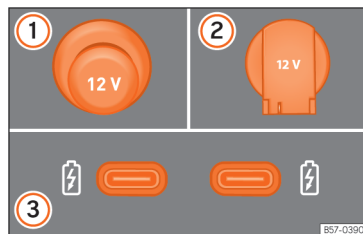

Fig. 133 Tomada de corrente de 12 Volts: ① na consola central, ② na bagageira. Tomada de corrente USB na parte posterior da consola central ③.
- Retire a tampa que se encontra na consola central da tomada de corrente »» Fig. 133 ①.
- Levante a tampa da tomada de corrente »» Fig. 133 ②.
Estas entradas USB encontram-se na parte posterior da consola central, entre os bancos dianteiros » **Fig. 133** (3). Estes conectores podem trabalhar a uma potência máxima de até 10,5 W por porta.